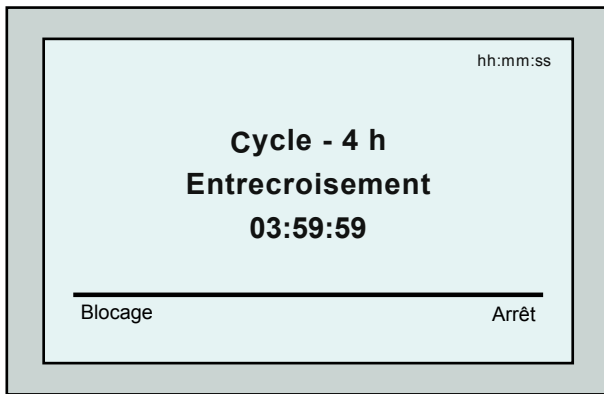

Figure 4 : Ecran de *compte à rebours* pour une session de 4 heures
Le robot commence son cycle nettoyage et l'interface MMI visualise l'écran de *Compte à rebours* (Figure 4) :
De l'écran de *compte à rebours*, appuyez sur **Blocage** (Figure 4).
1. A l'écran de *compte à rebours* (Figure 4), appuyez sur **Arrêt**. L'écran du pupitre MMI affiche le message : « Robot en cours d'arrêt. Veuillez patienter ».